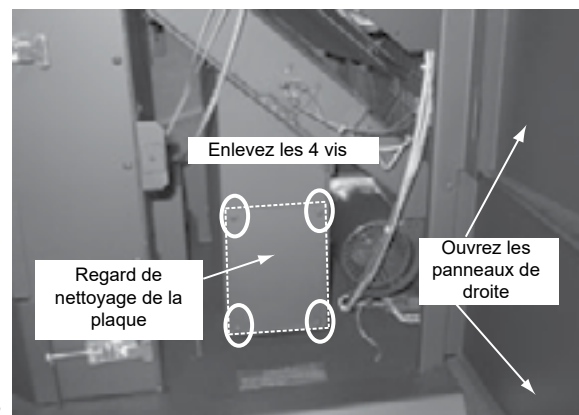

Figure 21.2
- a. Ouvrez les panneaux latéraux de droite inférieurs et supérieurs (Figure 21.2).
- b. Utilisez un tournevis à tête cruciforme pour enlever les 4 vis fixant la butée de porte au cadre de montage, et mettez-les de côté (Figure 21.2).